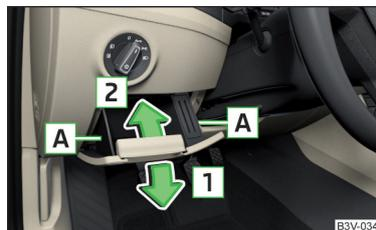

Abb. 356
- Das Ablagefach seitlich im Bereich **A** fassen und durch Ziehen in Pfeilrichtung **1** aufklappen (zum Aufklappen ist ein erhöhter Kraftaufwand notwendig) » Abb. 356.